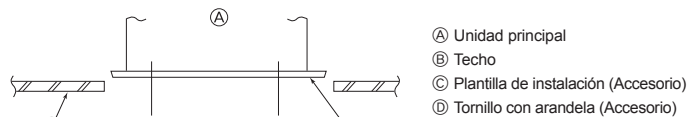

Fig. 3-7
3.6. Confirmación de la posición de la unidad principal y apriete de los tornillos de sujeción (Fig. 3-7)